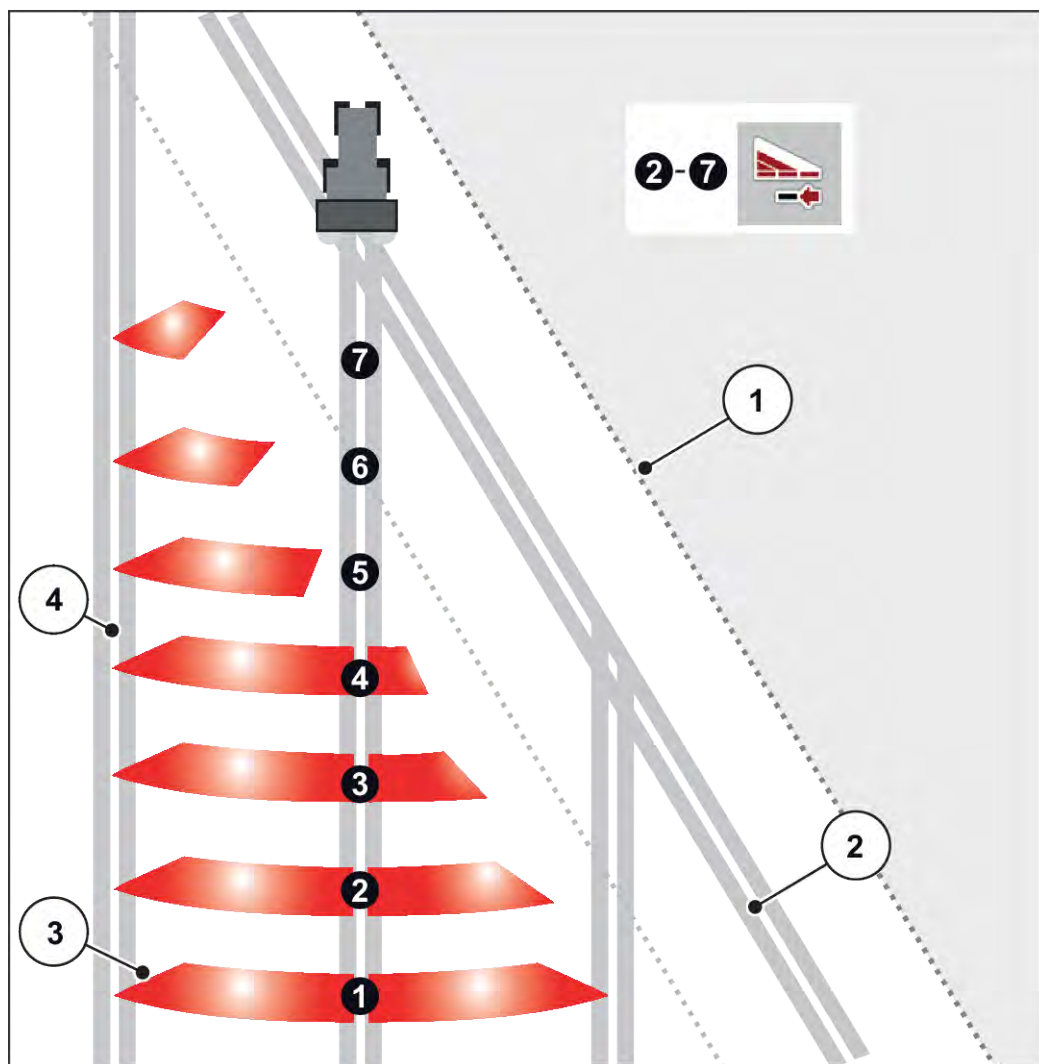

Fig. 47: Coupure de tronçons automatique
- La coupure de tronçons est possible de l'extérieur vers l'intérieur ou de l'intérieur vers l'extérieur. Voir *Fig. 47 Coupure de tronçons automatique*